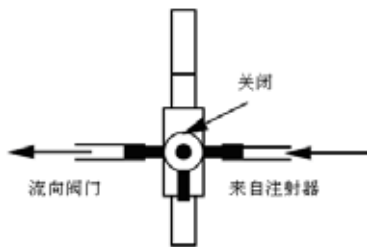

图21
- 转动三向旋塞, 将试验组件中的空气全部排出, 如图21所示。
c) 如图21所示，转动三向旋塞，将水压计隔离。